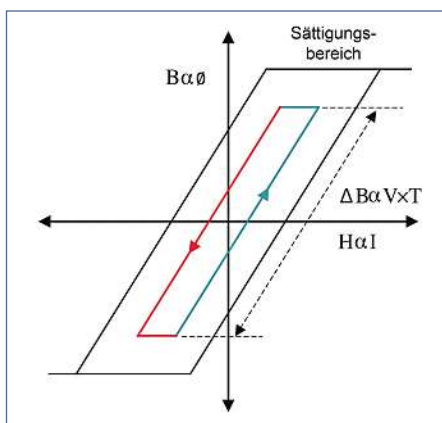

Bild 4: Verlauf des magnetischen Flusses im Übertragerkern.
Bei der Gegentakttopologie wird der Aufbau des magnetischen Flusses im Übertragerkern während einer Phase durch die jeweils andere Phase genau aufgehoben. Das Resultat ist ein (bipolarer) Zweiquadrantenbetrieb (Bild 4). Sowohl die magnetische Feldstärke (H) als auch die magnetische Flussdichte (B) wechseln in jedem Zyklus ihre Polarität und durchlaufen die Nulllinie. Weil der magnetische Kern deshalb effizient genutzt wird, können kleinere und kostengünstigere Übertrager gewählt werden.